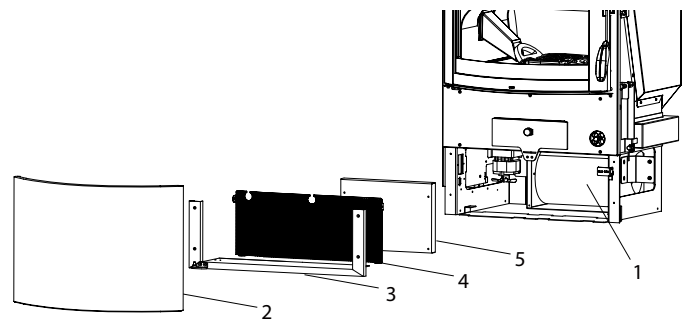

Abb. 6.5.1
Um es zu erreichen, müssen die Tür (2), der Rahmen (3), das mikrogelochte Blech (4) und die Blende (5) abgenommen werden (Abb. 6.5.1).